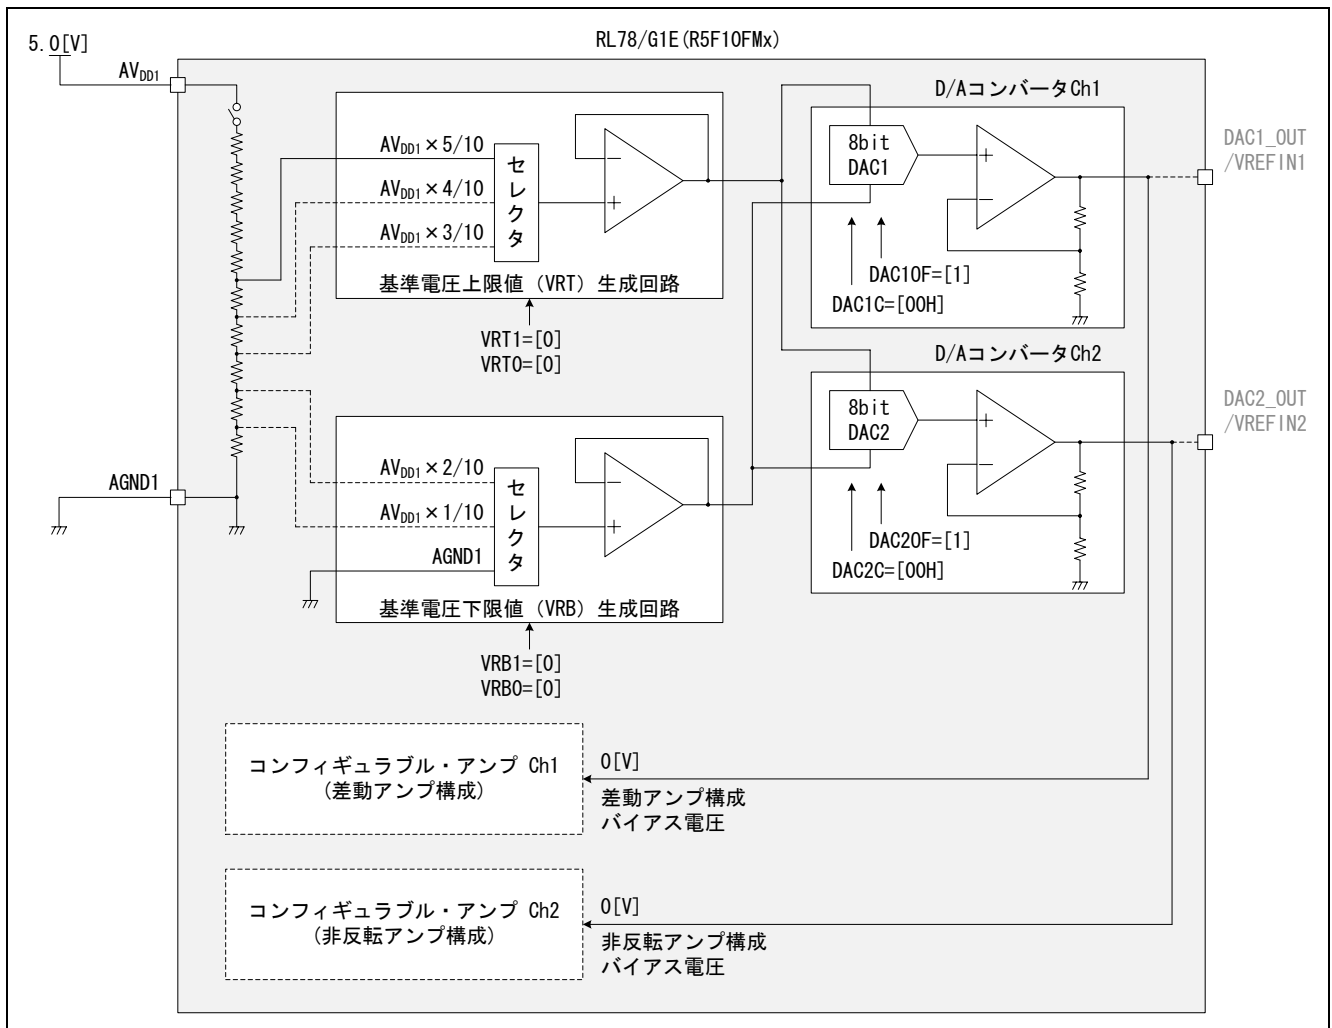

図 6.5 D/A コンバータのブロック図
- ① DAC 基準制御レジスタ (DACRC) の VRT1=0、VRT0=0 に設定することにより、D/A コンバータ Ch1~Ch4 の基準電圧の上限値 (VRT) を“AVDD1×5/10”に設定します。
- ② DAC 基準制御レジスタ (DACRC) の VRB1=0、VRB0=0 に設定することにより、D/A コンバータ Ch1~Ch4 の基準電圧の下限値 (VRB) を“AGND1”に設定します。
- ③ 使用する D/A コンバータの DAC 制御レジスタ 1~4 (DAC1C~DAC4C) に出力するアナログ電圧値を設定します。
- ④ パワー制御レジスタ 1 (PC1) の DAC4OF~DAC1OF を 1 に設定することにより、対応する D/A コンバータ Ch1~Ch4 の動作が開始します (DAC4OF=0、DAC3OF=0、DAC2OF=1、DAC1OF=1)。
- D/A コンバータ Ch1、Ch2 のブロック図を図 6.5に示します。